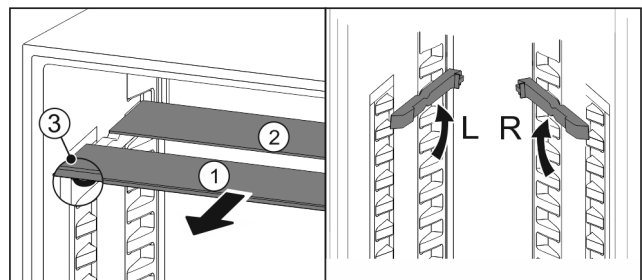

Fig. 61
- estrarre i ripiani di vetro singolarmente tirando in avanti Fig. 61 (1).
- ▷ Il piano in vetro Fig. 61 (1) con il motivo ornamentale è nella parte anteriore.
- ▷ I fermi Fig. 61 (3) sono rivolti verso il basso.